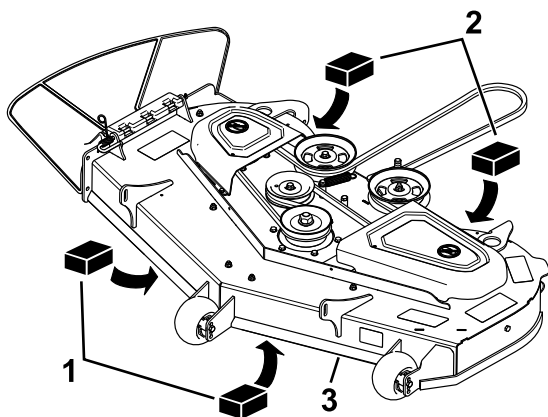

Figure 75
4. Placez deux cales de 6,6 cm ($2\frac{5}{8}$ po) d'épaisseur chacune sous chaque côté du bord avant du tablier de coupe, mais pas sous les supports des galets anti-scalp (Figure 75).
5. Placez deux cales de 7,3 cm ($2\frac{7}{8}$ po) d'épaisseur chacune sous le bord arrière de la jupe du tablier de coupe, une de chaque côté (Figure 75).